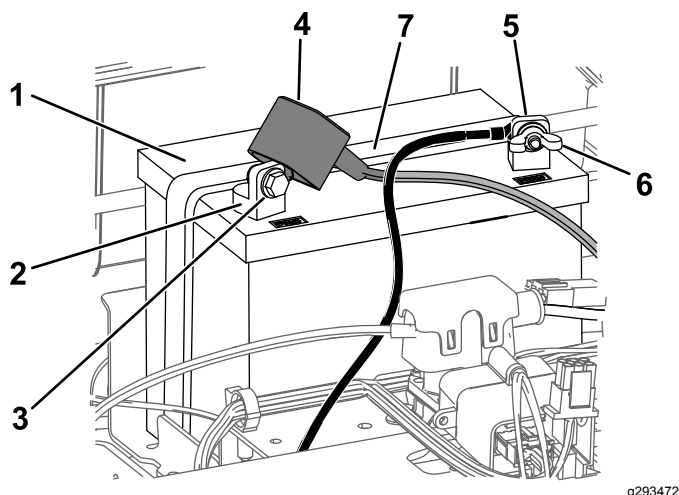

Figura 47
4. Desligue o cabo negativo (preto) do pólo da bateria (Figura 47).
6. Desligue o cabo positivo (vermelho) do pólo da bateria (Figura 47).
7. Retire o suporte da bateria (Figura 47) e levante a bateria para a retirar da respetiva plataforma.
1. Posicione a bateria no tabuleiro (Figura 47).
5. Prenda a bateria ao suporte (Figura 47).